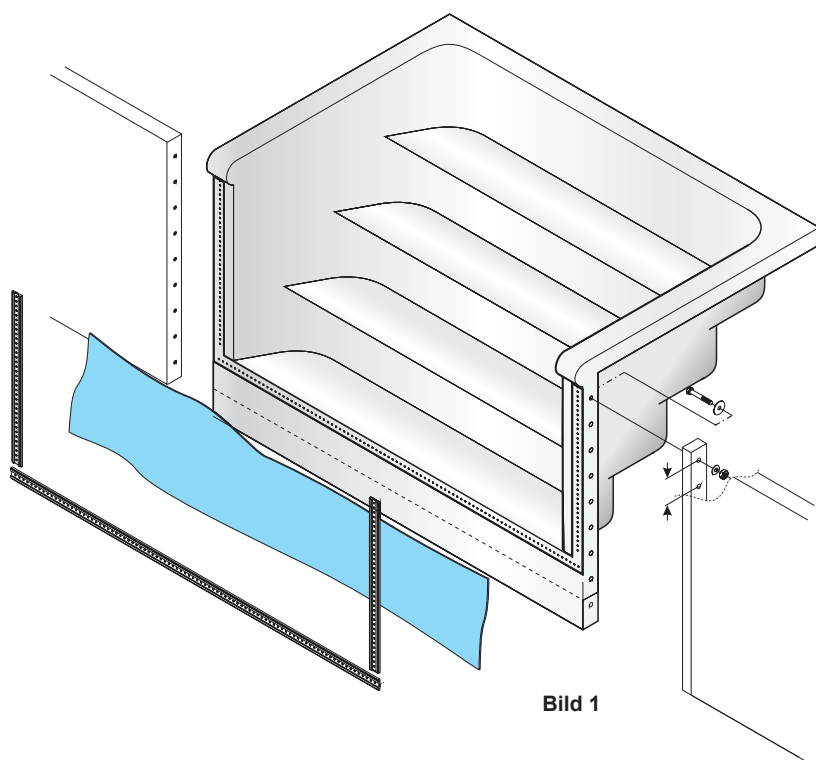

Bild 1
3. Förborra trappsargen med Ø10 hål c/c 150 mm, se bild 1 (nästa sida).
Plåt/trästomme: Fäst sidorna med genomgående Ø10 mm varmförzinkad bult, mutter och bricka. OBS! Bulthuvud tillsammans med extra stor bricka skall vara placerat mot trappsidan, se bild 1 och 2. Använd försänkt skruv längs nederkanten.